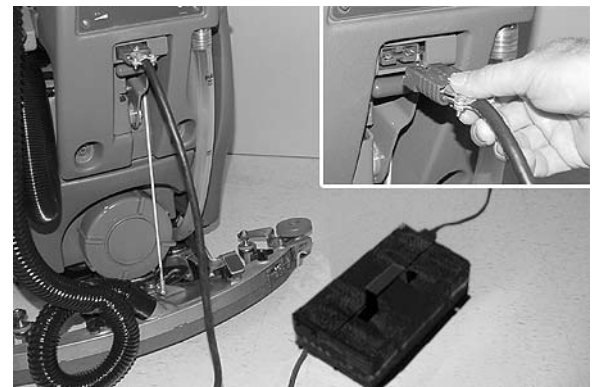

FIG. 35
6. Branchez le cordon de courant continu du chargeur sur la prise de batterie située à l'arrière de la machine (Figure 35).